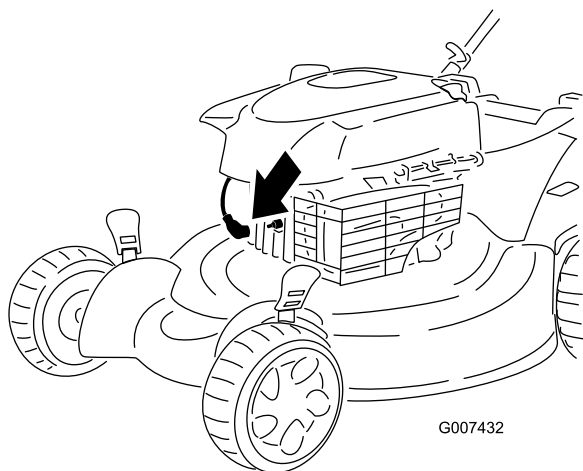

Figure 39
2. Débranchez le fil de la bougie (Figure 39) avant de procéder à un quelconque entretien.